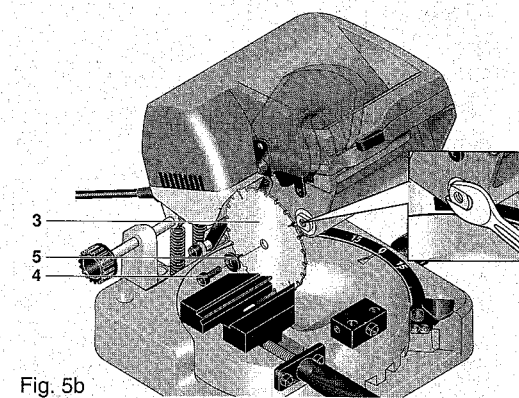

Fig. 5b
- Mit einem Innensechskantschlüssel die Schraube 4 in der Mitte des Sägeblattes 3 (siehe Fig. 5b) herausdrehen. Bitte beachten Sie unbedingt: Diese Schraubverbindung hat ein Linksgewinde. Sie müssen also entgegen der Ihrer üblichen, gewohnten Richtung drehen! Dazu Welle bitte an der Flachstelle mit einem Gabelschlüssel festhalten.